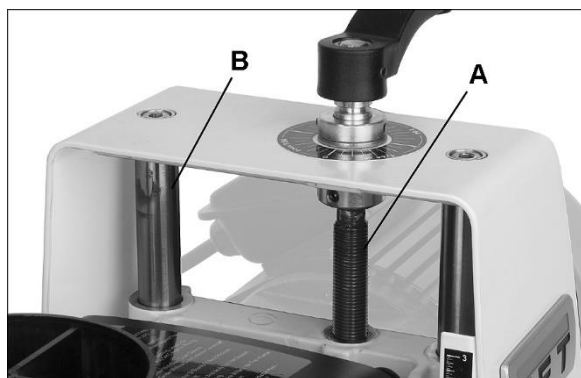

Рисунок 9-1
- По мере необходимости смазывайте подъемный ходовой винт (А, рисунок 9-1).
- Поддерживайте чистоту в зоне направляющих (В, рисунок 9-1).